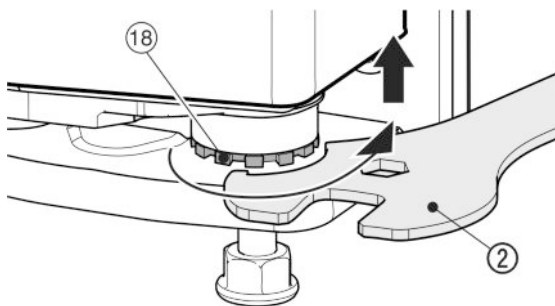

Fig. 18
- ▶ For at løfte døren af drejes hængselbolten Fig. 18 (18) mod højre med den medfølgende gaffelnøgle Fig. 18 (2). Ved leveringen er hængselbolten skruet helt ind.